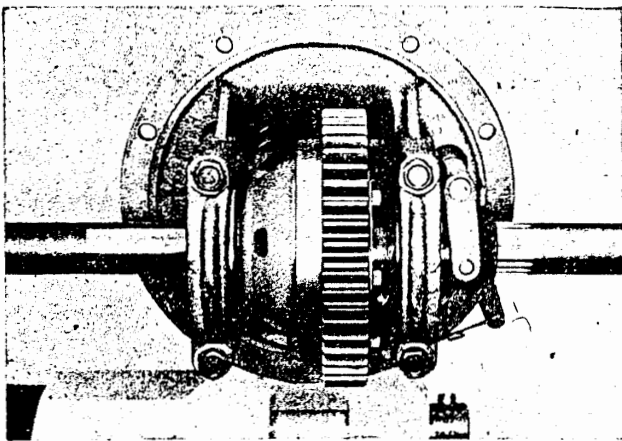

Bild H 33. Differentialsperrre eingelegt
12. Differentialsperr bis auf Anschlag einschalten, Sechskantschraube im Schalthebel bis auf Anschlag plus eine halbe Umdrehung herausdrehen und kontern. Damit ist gewährleistet, daß zwischen Kopf-kante der Schaltmuffe und dem Zahngrund des Schaltflansches ein Spalt von etwa 0,5 mm vorhanden ist (Bild H 33).